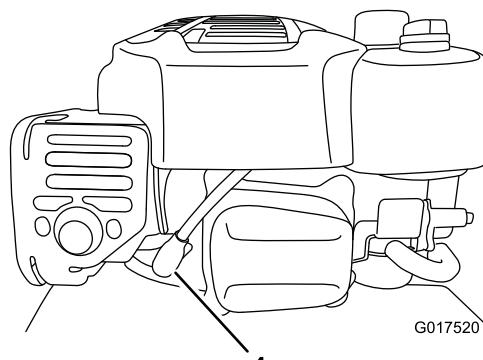

Рисунок 29
- Отсоедините провод от свечи зажигания (Рисунок 29).